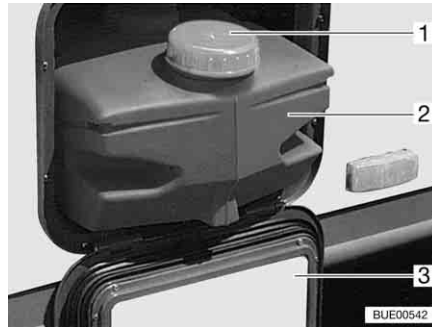

Fig. 162 Depósito de agua 22 l
Durante el transporte cierre el depósito de agua con la tapa de cierre (Fig. 162,1).
- Abrir la trampilla de servicio (Fig. 162,3) (véase el capítulo 6).
- Extraer el depósito de agua (Fig. 162,2).
- Extraer el depósito de agua (Fig. 162,2) y vaciar.